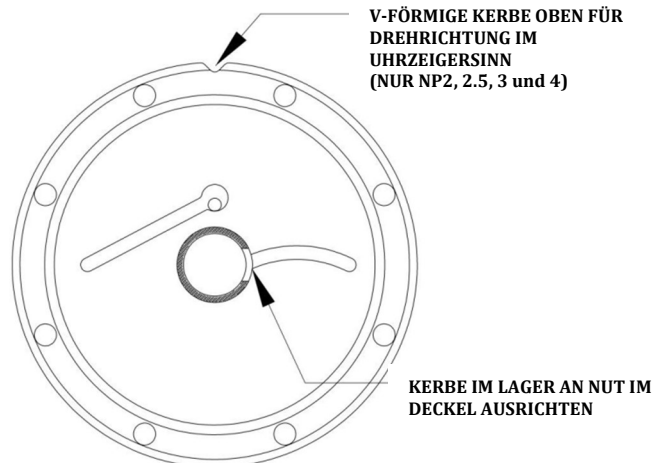

Abbildung 5 – Positionierung des Lagers
- c. Das Lager ist mit Fett zu schmieren und so auf der Innenseite des Seitendeckels einzulegen, dass das gekerbte Ende **OBEN** liegt. Die Kerbe im Lager an der Nut im Seitendeckel ausrichten (siehe Abb. 5).